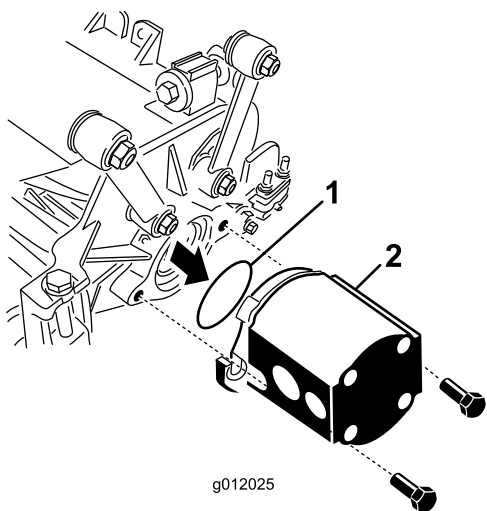

Figura 25
tornillos suministrados con la unidad de corte (Figura 25).
5. Inserte la junta tórica (suministrada con la unidad de corte) sobre la brida del motor de transmisión (Figura 25).